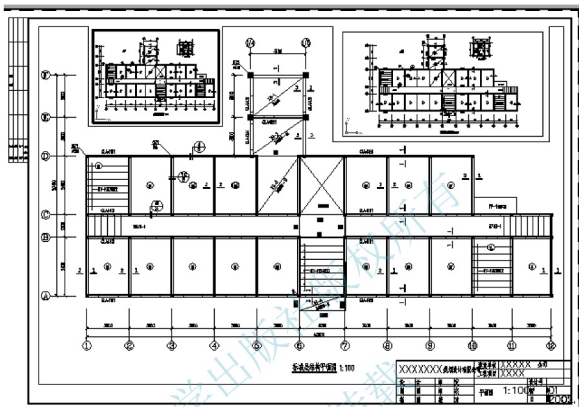

图 5.67 新建两个视口
④ 用【视口】工具栏上的【单个视口】命令创建图 5.67 所示的两个视口。注意观察图 5.67，左上角的视口线为粗线，另外两个视口线为细线，其中粗视口线的视口为当前视口。只需在某个视口内单击，就可以将该视口设定为当前视口。